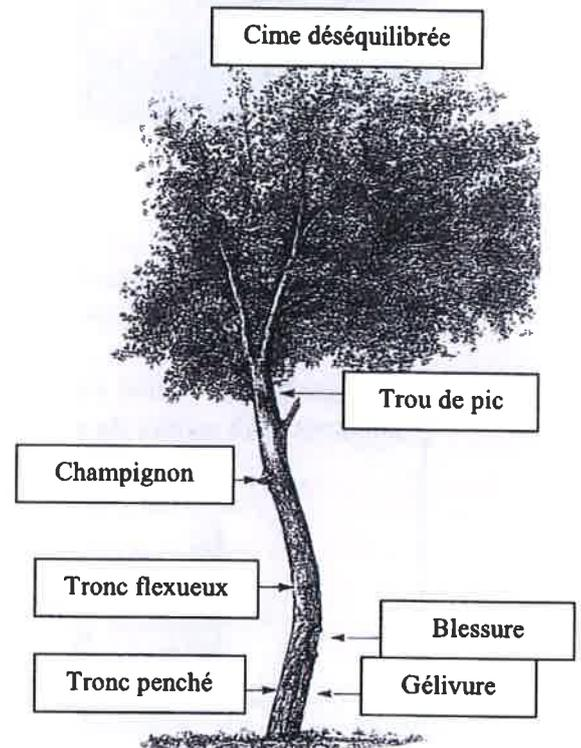

Fig. 12
- ligne électrique, ligne téléphonique...Examinez les défauts de l'arbre (Fig. 12) :